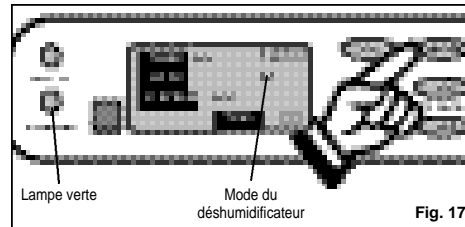

Fig. 17
- 2) Appuyez sur la touche **MODE** jusqu'à ce que le mot **DRY** (déshumidificateur) soit indiqué sur l'**ACL**. Fig. 17. Chaque appui sur la touche **MODE** change le mode (**Refroidissement-chaud-déshumidification-ventilation**).